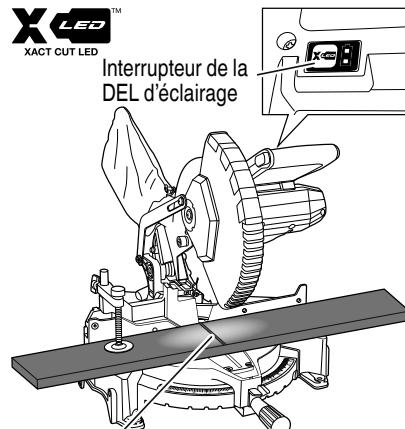

Fig. 20
7. Système d'éclairage DEL (Fig. 20) [XACT CUT LED™]